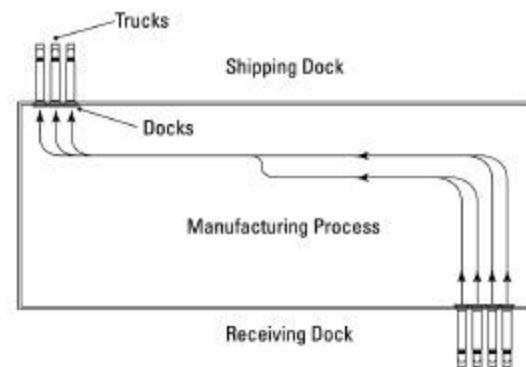

Fig. 2
- Separados, con el despacho y la recepción en diferentes ubicaciones (Fig. 2).